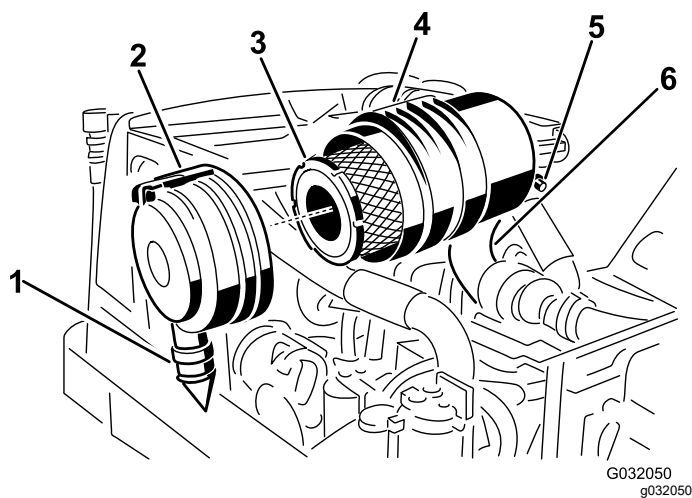

図 46
- 主フィルタを外す 図 46。
3. 主フィルタを交換する 図 46。
7. アウトレットバルブが下向き後ろから見たとき、時計の5時と7時の間になるようにカバーを取り付けてラッチを掛ける 図 46。